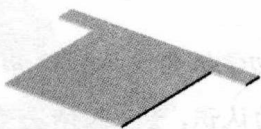

图 1.2 基体-法兰
Step2. 创建图 1.2 所示的钣金基础特征——基体-法兰。选择下拉菜单 **插入(I)** → **钣金(B)** → **基体法兰(A)...** 命令（或单击“钣金”工具栏上的“基体法兰/薄片”按钮 ）；选取前视基准面作为草图平面，在草绘环境中绘制图 1.3 所示的横断面草图，选择下拉菜单 **插入(I)** → **退出草图(E)** 命令，退出草绘环境，此时系统弹出图 1.4 所示的“基体法兰”对话框；在 **钣金参数(S)** 区域的 **厚度(T)** 文本框中输入厚度值 0.20，在 **折弯系数(A)** 区域的下拉列表中选择 **K因子** 选项，把 **K** 文本框的因子系数值改为 0.4，在 **自动切释放槽(I)** 区域的下拉列表中选择 **矩形** 选项，选中 **使用释放槽比例(A)** 复选框，在 **比例(I):** 文本框中输入比例系数值 0.5；单击 **确定** 按钮，完成基体-法兰的创建。